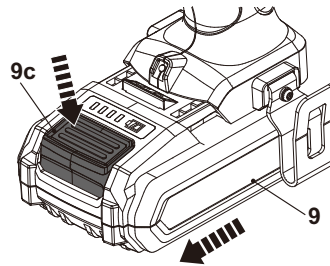

Fig. 3
- > Presione el botón liberador (9c) y deslice el paquete de baterías (9) del puerto de acoplamiento de la batería (9d) (Fig. 3).